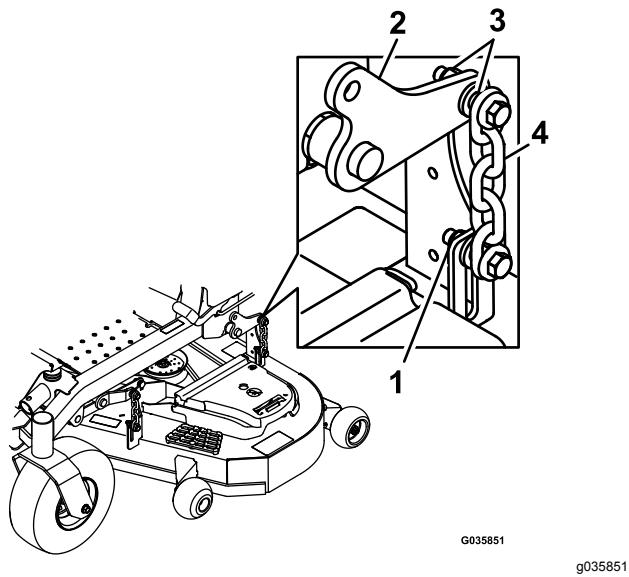

Figura 78
14. Afloje las contratuerzas (Figura 78) en las 4 esquinas y compruebe que la carcasa de corte está bien asentada sobre los cuatro bloques.